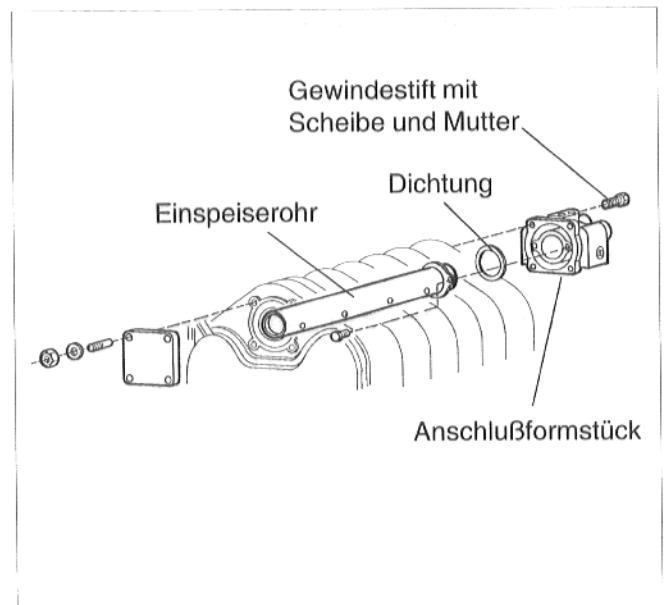

Abb. 2
- Die vier Maschinenschrauben am Anschlußformstück des Heizkessels lösen und das Anschlußformstück mit dem angebauten Einspeiserrohr nach hinten aus dem Kesselblock ziehen (Abb. 2).